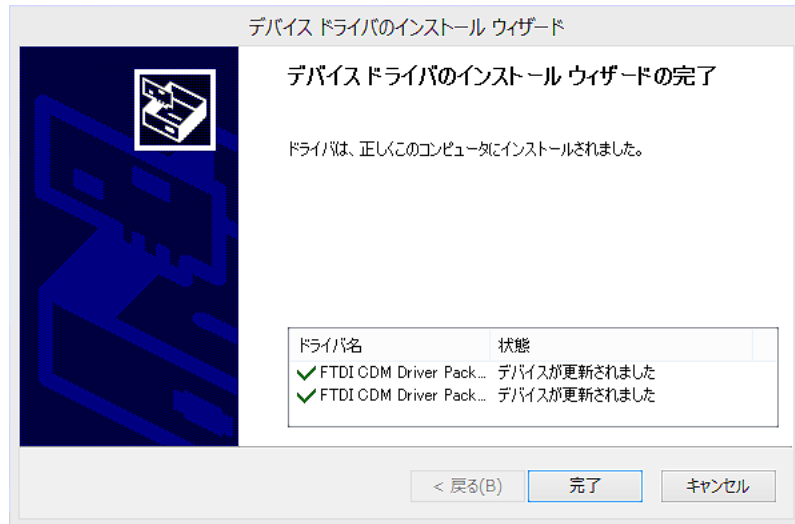

図 12：インストールウィザードの完了
- ⑥ インストールが終了すると、図 12：インストールウィザードの完了画面が表示されます。